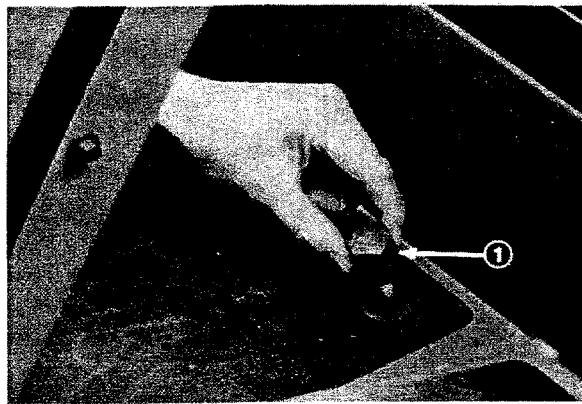

Figure 5
2. Enlever le bouchon-jauge (Fig. 5) du goulot de remplissage et l'essuyer sur un chiffon propre. Visser le bouchon-jauge à la main sur le goulot de remplissage, puis le retirer et vérifier le niveau du liquide. Il doit être à moins de 13 mm du repère de la jauge (Fig. 5); si ce n'est pas le cas, rectifier